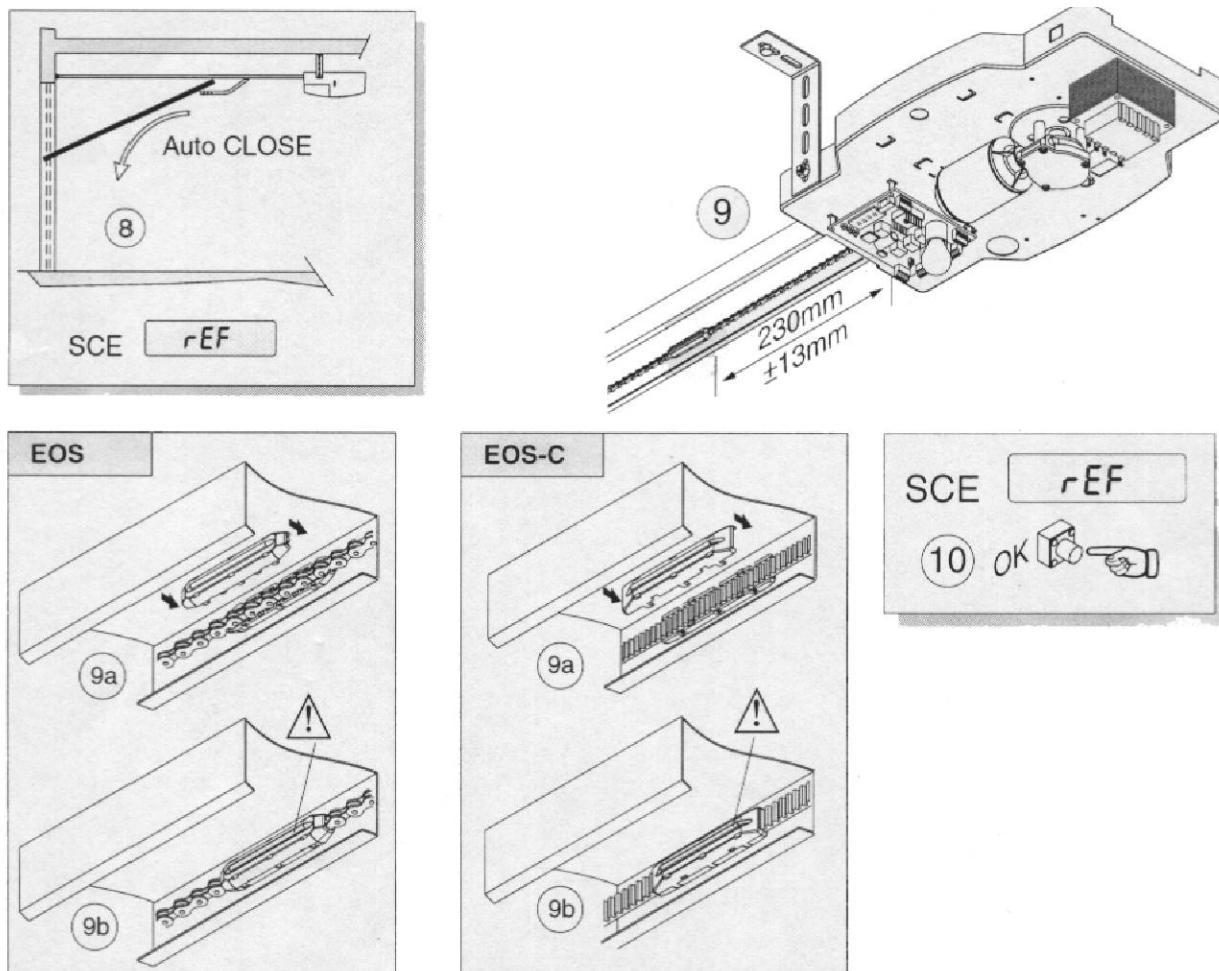

рис. 22
- Теперь блок инициирует команду частичного закрывания, таким образом, чтобы обеспечить расположение соединительного замка цепи. В окошке высветится «REF» и блок встанет в режим ожидания. Замок цепи должен располагаться (рис. 22) на расстоянии приблизительно 230 мм от точки крепления. Точность установки +13 мм, из-за шага цепи.